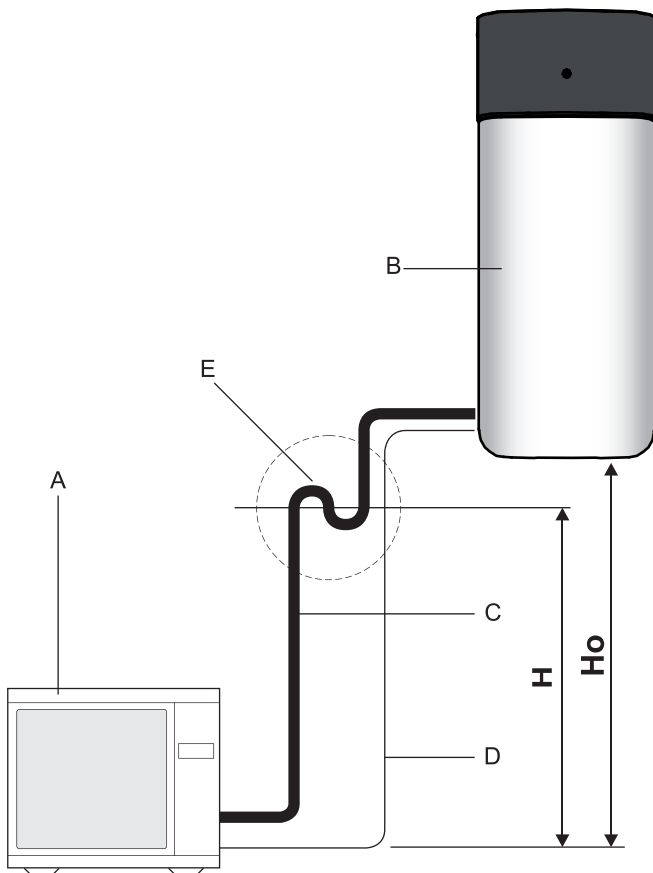

Fig. 54-46 Curva di raccolta olio tubatura del refrigerante
- È necessaria se la Daikin Altherma EHS(X/H) non viene installata a livello del suolo rispetto alla pompa di calore esterna (Fig. 54-46, $H_O \geq 10$ m).
- Almeno una curva di raccolta dell'olio deve essere installata ogni 10 m di differenza in altezza (Fig. 54-46, H = distanza da curva a curva di raccolta dell'olio).
Tab. 54-9 Legenda per Fig. 54-46